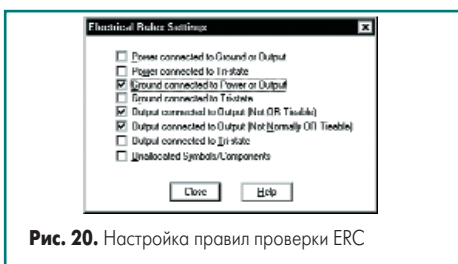

Рис. 20. Настройка правил проверки ERC
На экране появится диалоговое окно Electrical Rules Setting, перечисляющее доступные правила проверки (рис. 20).
2. Поставим галочки напротив трех правил, как показано на рис. 20. Такой набор запрещает соединение земли с цепями питания